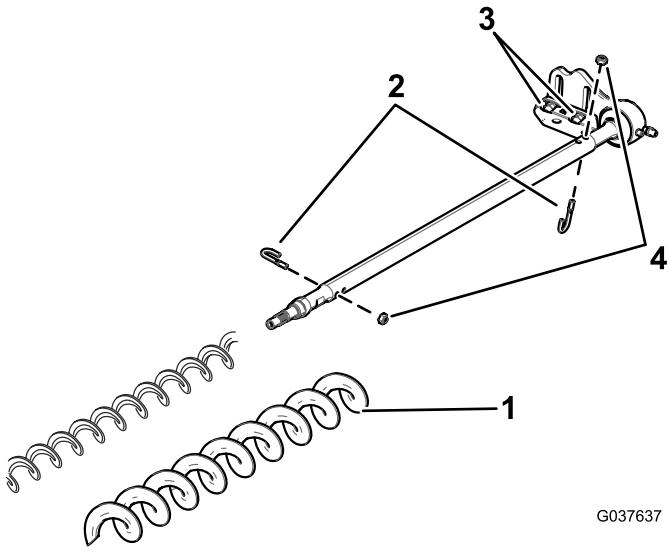

Figura 18
8. Serrate i dadi di bloccaggio dei bulloni a J a 2–3 N·m; fate riferimento a Figura 18.